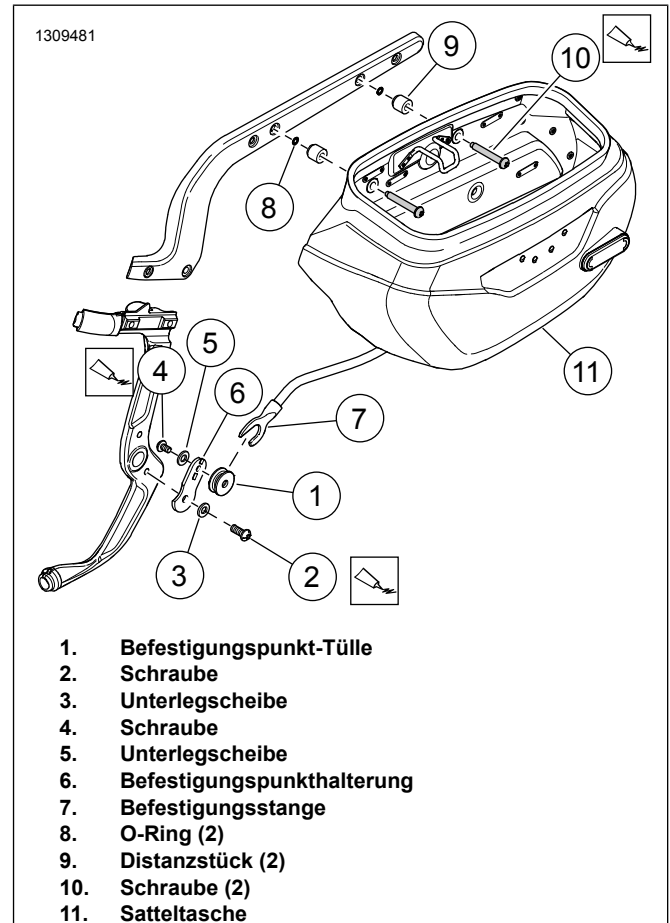

Abbildung 2. Satteltaschen-Befestigung (linke Seite)
1. Siehe Abbildung 2 >. Tülle des linken Befestigungspunkts einbauen.
- a. Befestigungspunkthalterung (6) auf dem Rahmen positionieren.
- b. Unterlegscheibe (3) auf Schraube (2) anbringen.